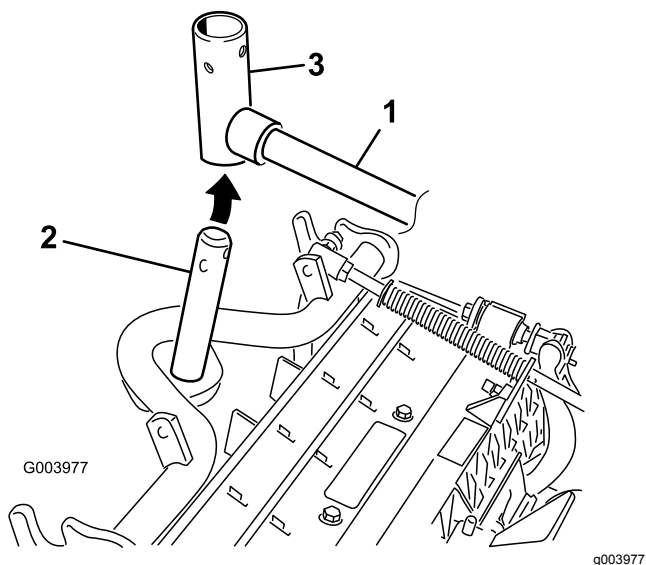

図 10
8. フロントに取り付けるカッティングユニットは、昇降アームの下に入れるときにキャリアフレームのシャフトを昇降アームのピボットヨークに挿入する 図 10。
- B. 昇降アームのヨークをキャリアフレームのシャフトに通す 図 10。